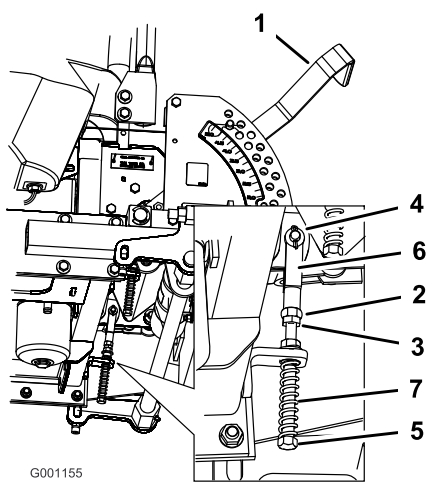

Figure 70
8. Si un réglage s'impose, desserrez l'écrou et l'écrou de blocage vissés contre la chape (Figure 70).
9. Appliquez une légère pression à l'arrière du levier, et tournez la tête du boulon de réglage dans le sens voulu pour centrer le levier à la position de verrouillage du point mort (Figure 70).
10. Serrez l'écrou et l'écrou de blocage (Figure 70).